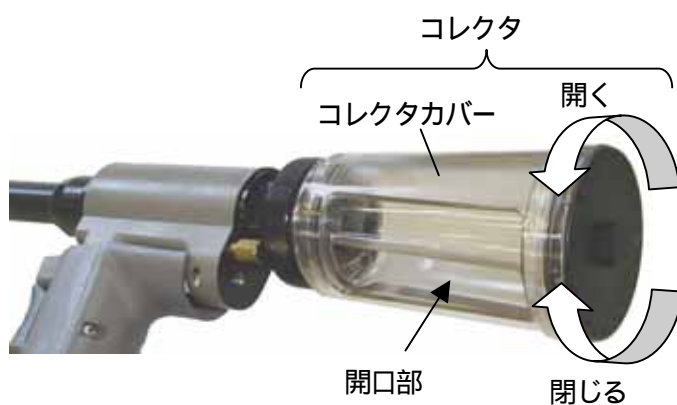

図6 - 5
- (1) ノーズピースにマンドレルを差し込みリベットを装着した後、母材下穴にリベットのボディを挿入してください。(図 6 - 1)
(図 6 - 2)
(図 6 - 3)
(図 6 - 4)
コレクタカバーを左にまわすと開口部が現れます。この開口部よりマンドレルを廃棄して下さい。リベットを締結する時は、コレクタカバーを右にまわして閉じた状態で行ってください。（図6 - 5）